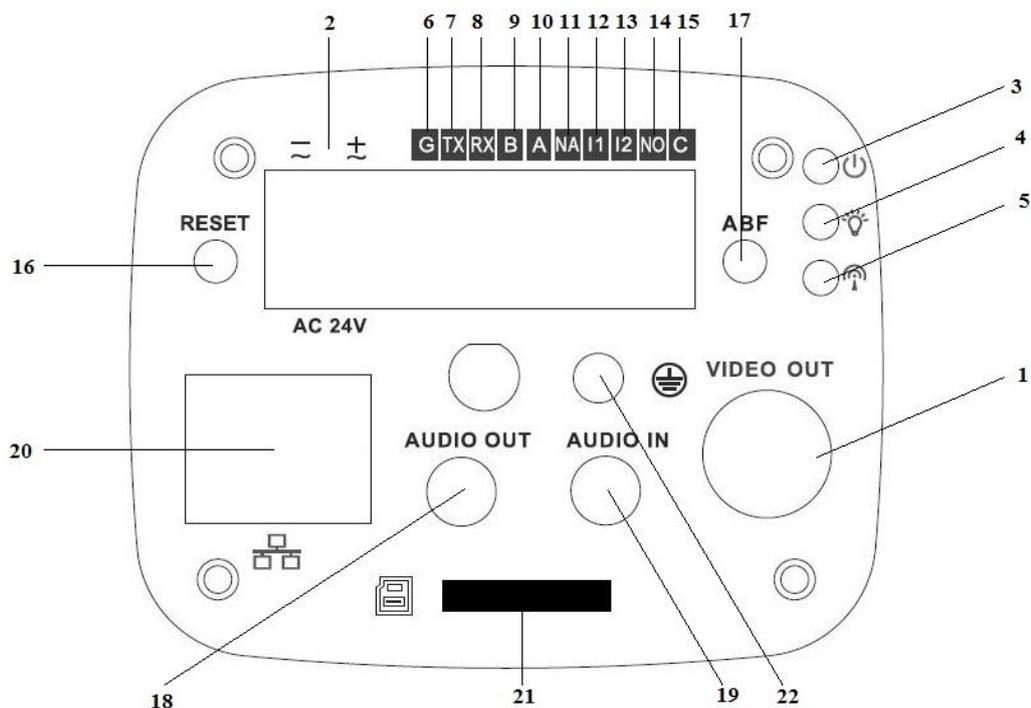

Рисунок 6
Кнопка аппаратного сброса (рис.6) используется для возврата к настройкам по умолчанию. Если нажать и удерживать эту кнопку в течение 5 секунд, конфигурация системы вернется к заводским настройкам.
6.2 Подключите соединительные провода (разъемы) в соответствии со схемой внешних подключений (рис.6) и соблюдением полярности. Неверное соединение может привести к повреждению и/или неправильному функционированию оборудования.